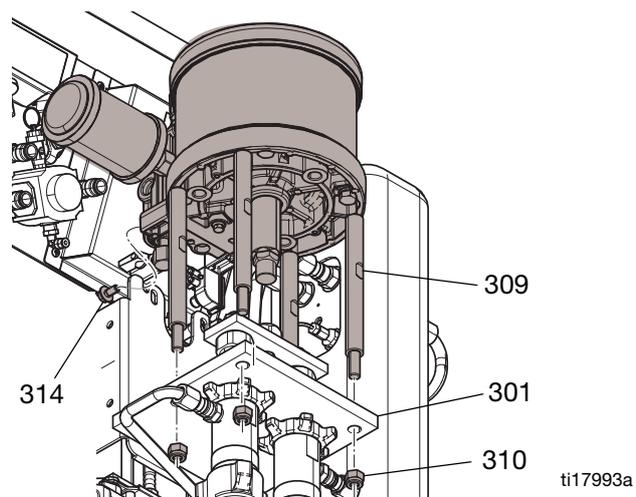

FIG. 2
- Poser les tirants dans la plaque (301). S'assurer que les vis (314) s'insèrent dans les fentes du support (311). Installer les vis (314). Voir la FIG. 2, page 26.
- Serrer l'écrou (313) au couple de 32-38 pi-lb (43-51 N•m).
- Serrer de manière égale les quatre écrous de tirants (310) par petits paliers de 27-32 pi-lb (37-43 N•m). Voir la FIG. 2, page 26.